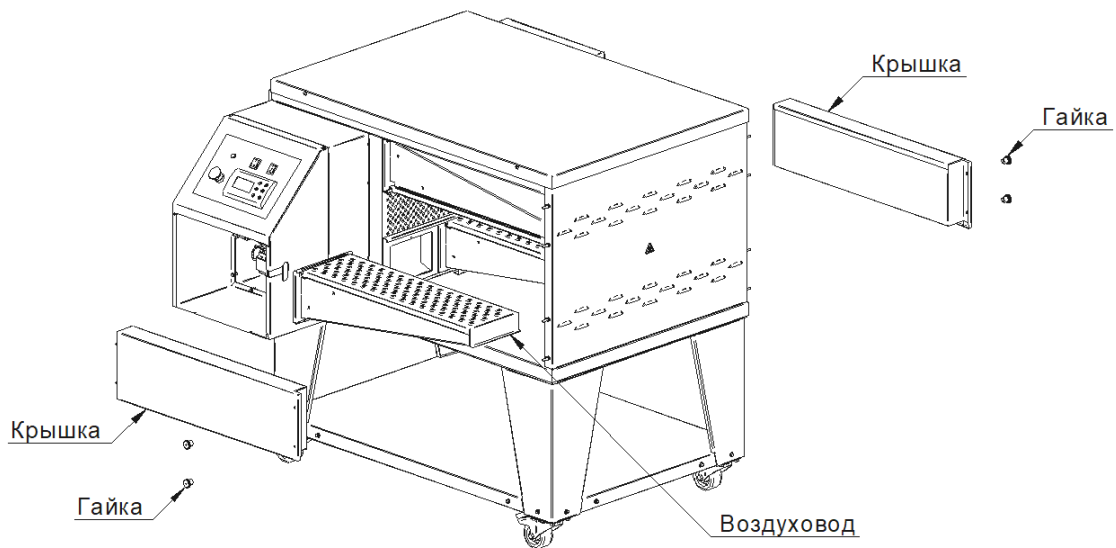

Рис. 13
2. Выкрутить декоративные гайки М6 и снять нижние крышки (см. Рис. 13).